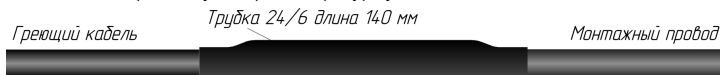

Рисунок 8
2.12. На место соединения надвинуть и усадить термоусадочную трубку п.1 24/6 длиной 140 мм (см. Рисунок 8). Температура усадки от 115°C до 140°C.